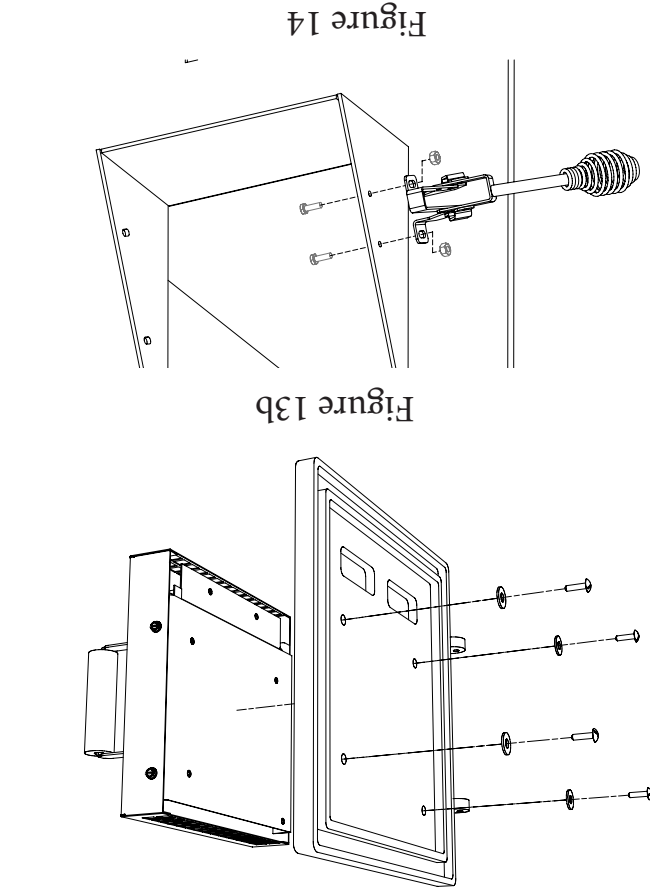

Figure 14
e. Installer un conduit à chaleur de 8 po de diamètre à la chambre d'air de la fournaise centrale à air chaud. Utiliser du tuyau et des raccords de calibre 26 (doivent être achetés séparément). (Voir la figure 14). Si le système central de climatisation est installé dans la chambre d'air, installer un conduit à chaleur au-dessus de l'appareil de climatisation. Fixer le raccord du conduit à chaleur à l'aide de supports et de vis à tôle.